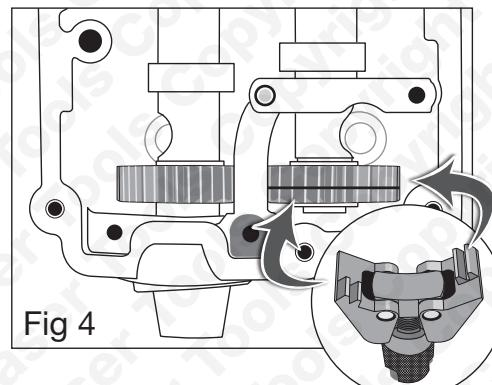
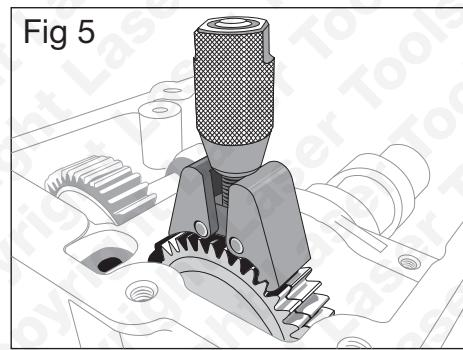

Fig 4
Fig 5
- Mordazas de alineación para los dientes del engranaje:** consulte las figuras 4 y 5. Coloque el componente **C1** o **C2** (en función de la aplicación) en los dientes del árbol de levas de escape de tal manera que los dos brazos de la mordaza encajen en las dos mitades del engranaje (uno en cada mitad, como se observa en la **Fig. 4**). **El brazo más ancho debe encajarse en la mitad más ancha del engranaje.** Apriete la mordaza de alineación con la rueda moleteada de modo que los dientes del engranaje queden alineados (**Fig. 5**).